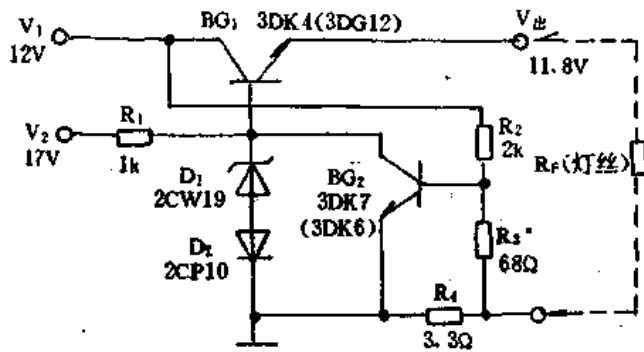

图 5-29 灯丝限流过压保护电路
电路之二: 如图 5-29 所示, 保护电路的  $V_1$  取自串联型稳压电源 12V 输出端,  $V_2$  取自电流整流 17V,  $V_{fb}$  与灯丝相连供电。工作原理: ①限流原理: 接通电源瞬间,  $BG_1$  基极由  $V_2$  经  $R_1$  提供偏压而导通, 因  $R_{F1}$  很小, 所以灯丝电压较低约为 2.5V, 此时灯丝电流 ( $I_f = 2.5V/20\Omega$ ) 约为 125mA。随着  $R_f$  增大, 供给灯丝的电压将自动升高,  $V_{fb}$  很快上升到额定值,  $I_f$  也随之下降到额定值。 ②过压保护原理: 正常工作时, 通过调整  $R_3$  使  $BG_2$  处于临界(似通非通)工作状态, 当输入电压  $V_1$ 、 $V_2$  升高时,  $R_3$  上电压随之升高,  $BG_2$  导通,  $BG_2$  的  $V_{ce}$  下降, 即  $BG_1$  基极电位下降(这时  $D_1$ 、 $D_2$  失去稳压作用),  $BG_1$  的  $V_{ce}$  增大, 使  $U_{fb}$  减小, 从而